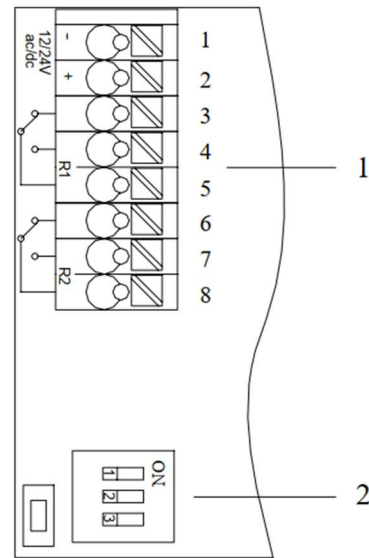

Fig. 2
RELACIÓN DE BORNES Y OPCIONES DE CONFIGURACIÓN [Fig. 2]
[Fig. 2 (1)]
[Fig. 2 (2)]